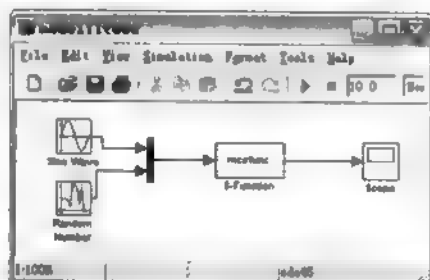

图 11.18 Simulink 模型
- (1) 建立模型, Simulink 模型如图 11.18 所示, 保存为 model11to06.mdl。